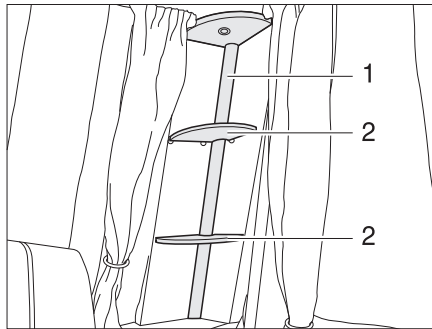

Fig. 182 Columna luminosa
- Quitar las repisas (Fig. 182,2).
- Apretar el vidrio de la lámpara (Fig. 182,1) levemente y retirarlo.